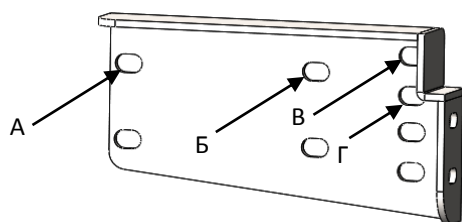

Рис.3
- Установить левый кронштейн металлического каркаса (правый – аналогично) на раме автомобиля на раме автомобиля в местах А и Б - болтами М12х30*, В и Г - болтами М10х30* (рис.3). **ВНИМАНИЕ!** Болты не затягивать. **ВНИМАНИЕ!** Каркас имеет 2 положения: для штатного положения кузова и для кузова, поднятого над рамой на 65 мм.